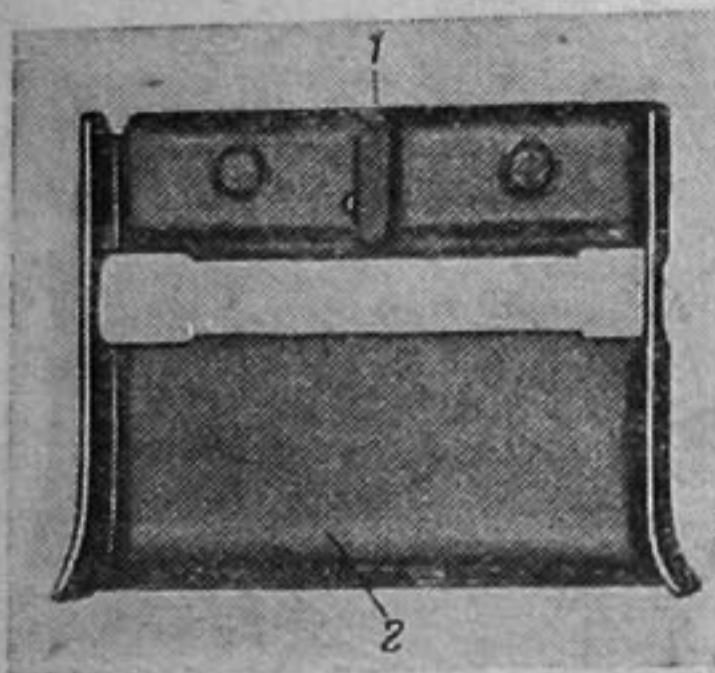
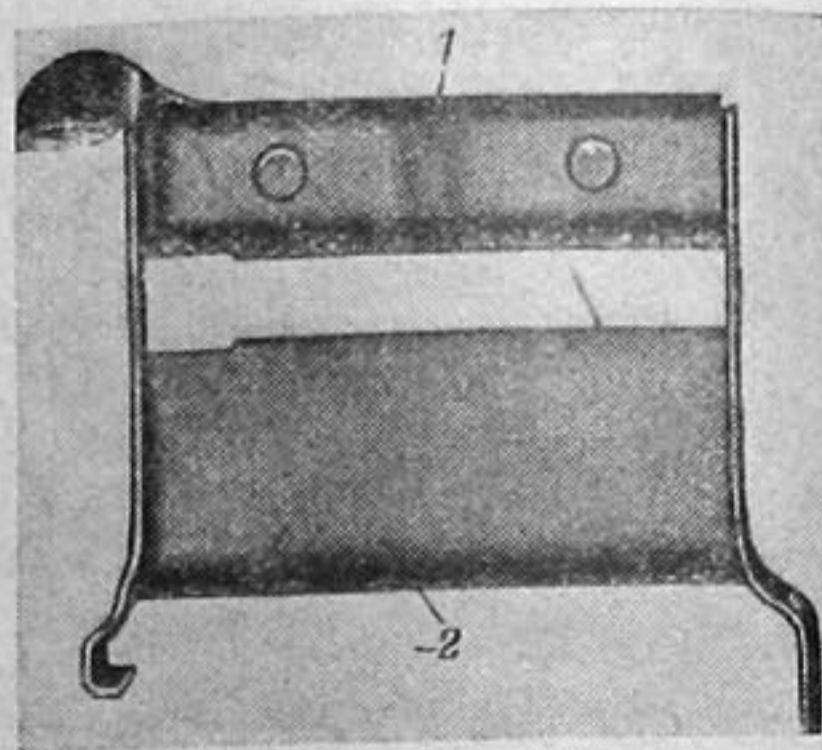

Рис. 9. Нижний приемник для ленточного питания без барабана:
Рис. 10. Нижний приемник для ленточного питания с барабаном:
2. Если на коробе пулемета находится крышка с верхним приемником (рис. 8), а внутри коробка вставлен нижний приемник (рис. 9), — пулемет установлен на ленточное питание.
3. Если на место нижнего приемника предыдущего типа (рис. 9) вставлен нижний приемник с выступами для крепления барабана (рис. 10), — пулемет установлен на ленточное питание, причем лента может подаваться из специального барабана.
2. Проверить, стоит ли в пулемете нижний приемник с выступами для крепления барабана (рис. 10).